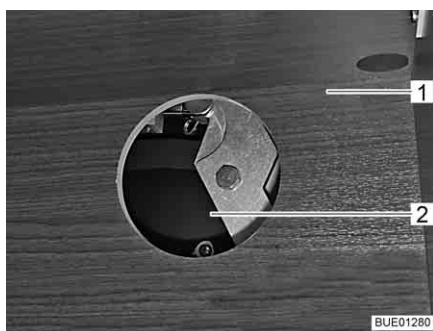

Fig. 116 Accès à l'entraînement
- Suivant le modèle, ouvrir le portillon du meuble haut (Fig. 116,1) et retirer le couvercle de l'ouverture d'accès (Fig. 116,2).